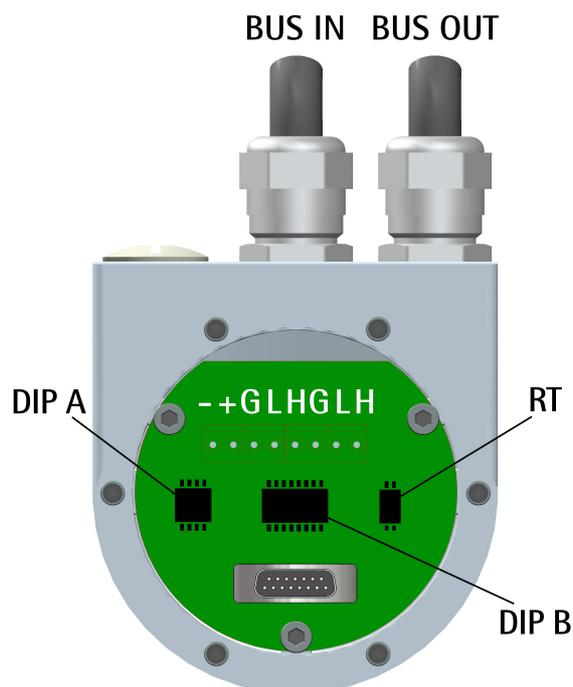

Figura 2 - Vista interna del coperchio
5.4 Velocità di trasmissione dati: DIP A (Figura 2)
5.5 Indirizzo nodo: DIP B (Figura 2)
5.6 Resistenza di terminazione: RT (Figura 2)